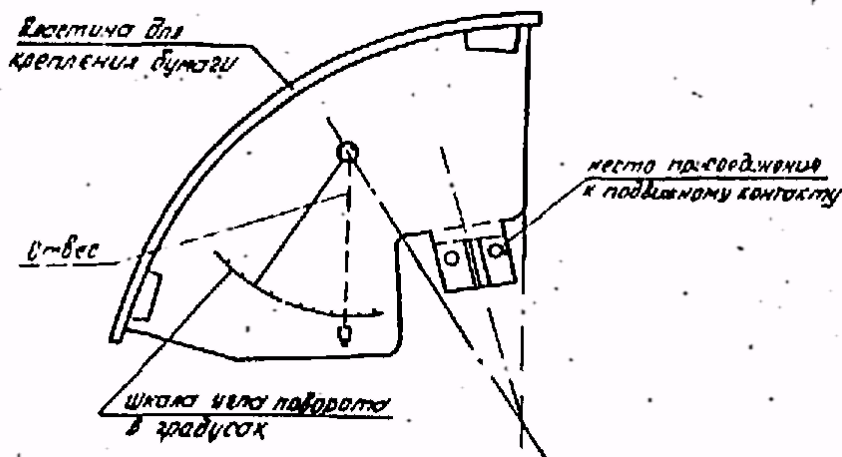

Рис.15. Приспособление для замера скорости и угла поворота контактного ножа
19.2. Замерить скоростные характеристики выключателя в момент размыкания и в момент замыкания дугогасительных контактов с помощью электромагнитного вибрографа и специального сектора, (сектор и пример определения скоростей по записанным виброграммам показаны на рис. 15,16), для чего: